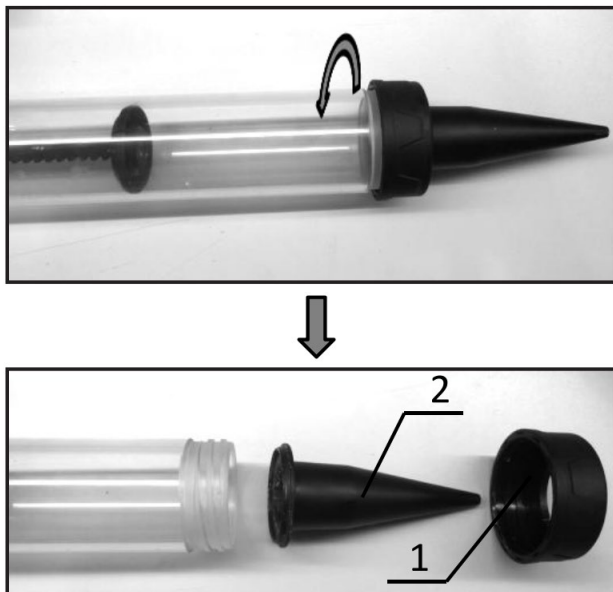

Рисунок 11. Зняття кришки туби та сопла з корпусу.
1. Зняти кришку туби (1, рис. 11) та сопло (2, рис. 11) з корпусу, повернувши кришку проти годинникової стрілки.